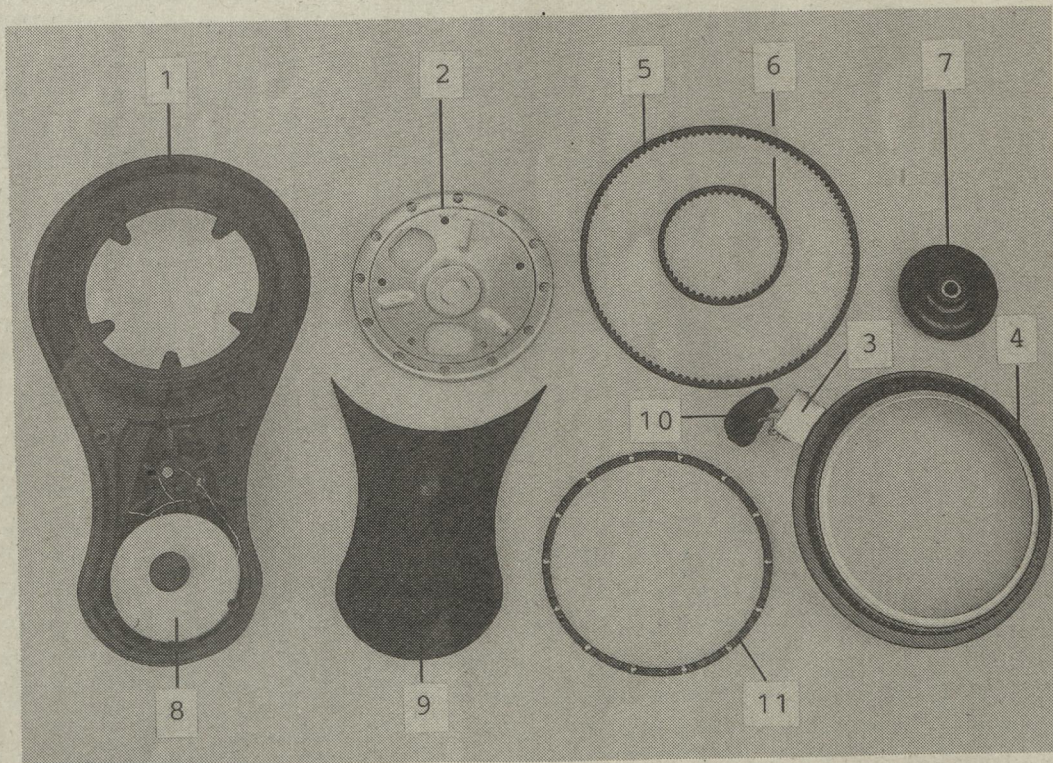

Bild 4: Blick auf die wesentlichen Einzelteile des G-S 2000
Bild 4 zeigt die wesentlichen Einzelteile des G-S 2000 mit dem schwarzen Kunststoffgehäuse (1), durch das Aufnahmeblech (2) versteift und dem knapp bierdeckelgroßen Mitnehmerblech (3), auf dem das Kunststoffantriebsrad (4) befestigt ist. Der Antrieb erfolgt über die beiden Zahnriemen (5) (6) und das aus Kunststoff bestehende Stufenzahnriemenrad (7) auf den Generator (8). Einwandfrei abgedichtet werden Generatorgehäuse und Stufenzahnriemenrad mit Hilfe des aufgeschweißten Getriebedeckels (9). Das Mitnehmerblech (3) mit dem Mitnehmer (10) läuft auf einem großen Kugellager (11), dessen Halter aus Kunststoff besteht. Das Stufenzahnriemenrad (7) ist reibungsarm durch ein Nadellager geführt. Alle Metallteile einschließlich Kugeln sind aus rostfreiem Stahl gefertigt, so daß es kaum Korrosionsprobleme geben kann.